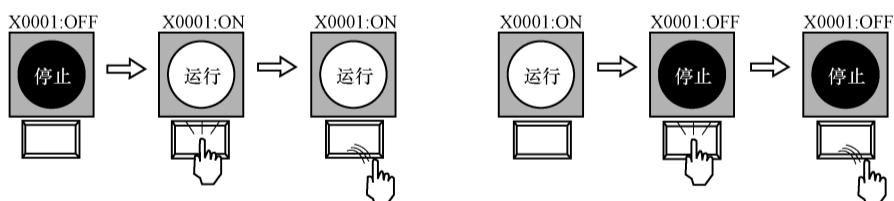

图 1-5-47 位开关 ON↔OFF 时状态示意
- ③ 反转指定位软元件当前的状态 (ON↔OFF) (反转)，即将当前开关的状态进行反转，从 0→1 或 1→0，如图 1-5-47 所示。